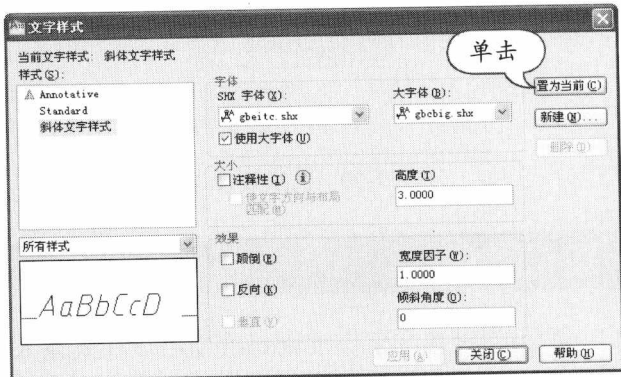

图 1-17 置为当前
STEP 06 置为当前。在“文字样式”对话框中单击“应用”按钮，再单击“置为当前”按钮，如图 1-17 所示。